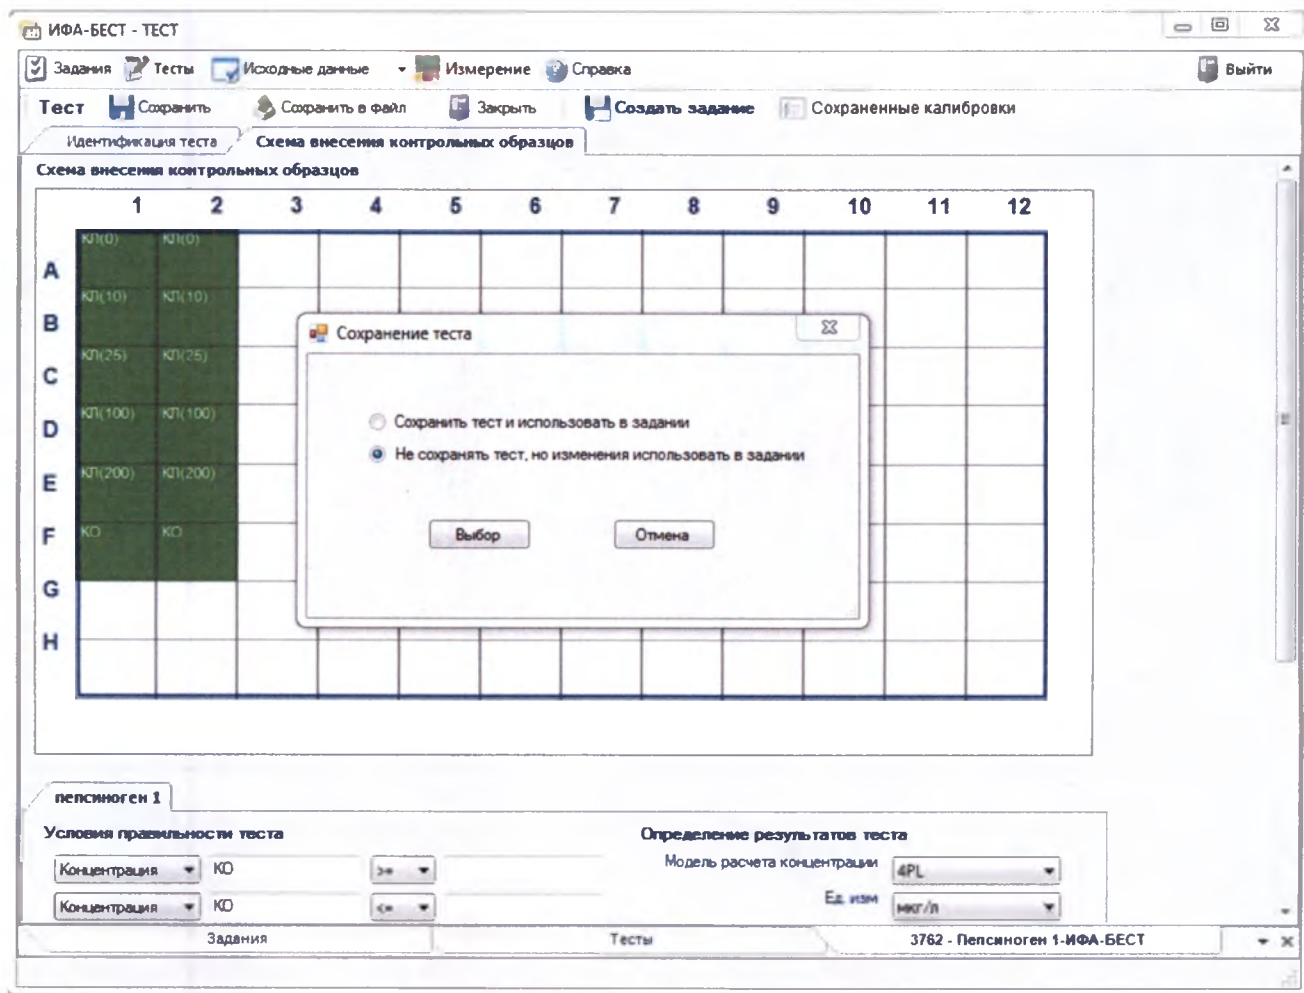

Рисунок 9
6.6.2 Создать задание на выполнение анализа исследуемых образцов, выбрав пункт меню «Создать задание». При этом программа предоставляет выбор: сохранять изменения, сделанные в тесте, или продолжить без сохранения изменений (см. рисунок 9).